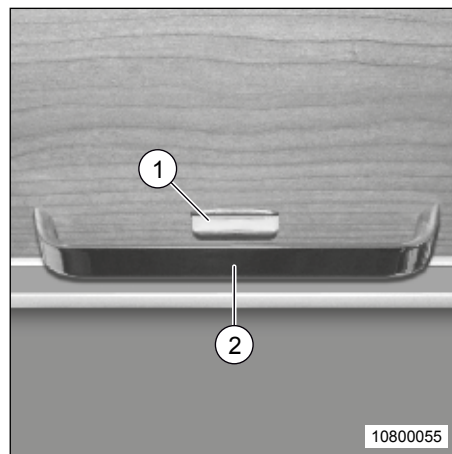

Fig. 73 Fermeture à poignée
1. Pousser le levier (Fig. 73, pos. 1) derrière la poignée (Fig. 73, pos. 2) vers le bas et ouvrir la fermeture à clapet.
2. Saisir la poignée (Fig. 73, pos. 2) pour ouvrir la porte du meuble.